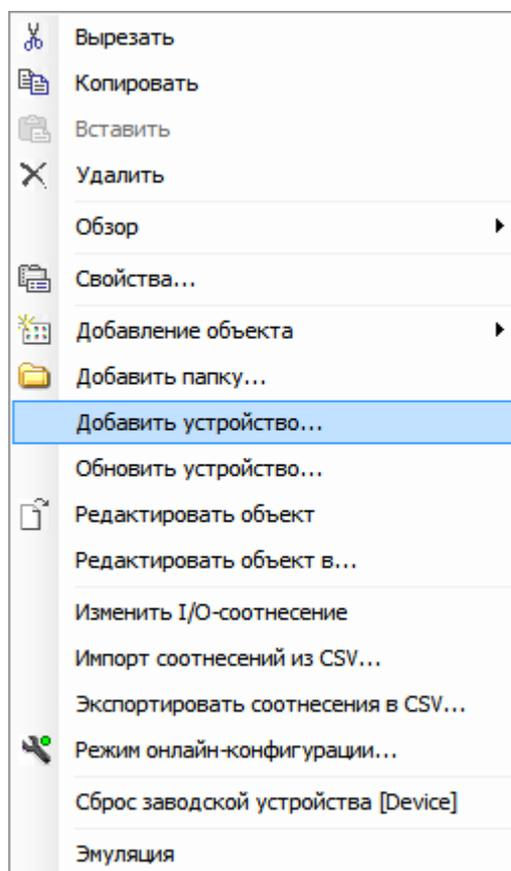

Рисунок 5.5 – Вид контекстного меню элементов дерева устройств
1. Выделить устройство *Device (ELSYMA)* в дереве устройств и выбрать команду «Добавить устройство...» контекстного меню (рисунок 5.5).